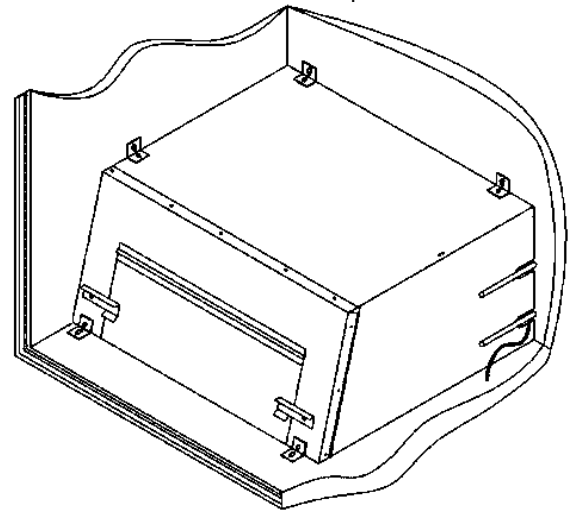

Figura 8.2 Cubierta para Unidad de Refrigeración
3. Retire la cubierta de la unidad de refrigeración (Figura 8.2).
- a. Localice las ranuras en la cara derecha de la cubierta (Figura 8.2).